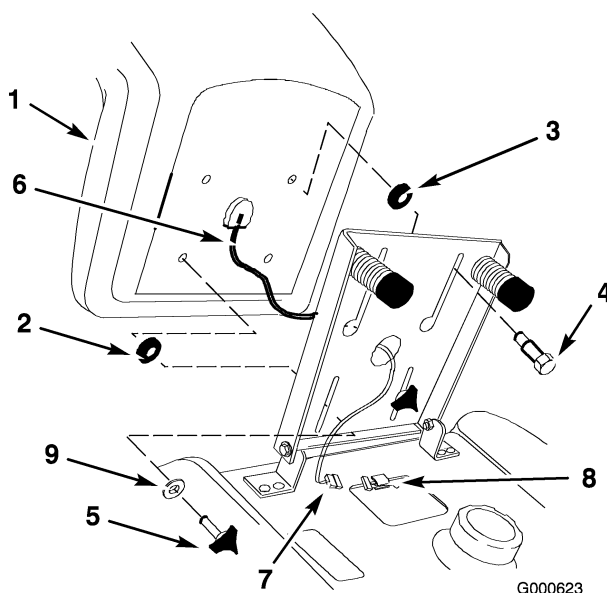

Figura 4
1. Montate il distanziale con diametro interno grande e i due bulloni di spallamento nei fori posteriori del sedile (Figura 4).
2. Collocate il sedile sull'apposita base e inserite i due bulloni di spallamento attraverso i fori in fondo ad entrambe le scanalature (Figura 4).
infilate le due manopole e due rondelle piane (11/32 poll.) nei fori anteriori del sedile (Figura 4). Regolate il sedile e serrate le manopole.
4. Inserite il filo del microinterruttore del sedile ed il connettore attraverso lo spazio al centro della base del sedile. Spingete a fondo il connettore del microinterruttore del sedile nel connettore del cablaggio preassemblato (Figura 4).
5. Fissate il cavo del microinterruttore del sedile nell'apertura del paraurti (Figura 4).